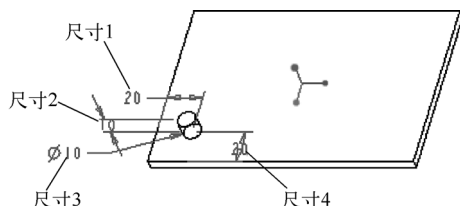

图 5-84 选择要包括在表阵列中的尺寸
4) 在模型窗口中选择要包括在表阵列中的尺寸 1、尺寸 2、尺寸 3 和尺寸 4，如图 5-84 所示，注意按住〈Ctrl〉键选取多个尺寸。